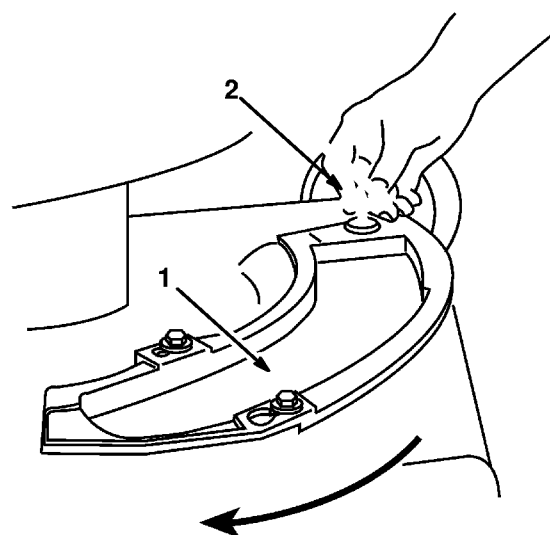

Figure 4
La tondeuse est livrée avec un obturateur (Fig. 4). Si la tondeuse est utilisée avec une décharge latérale, cet obturateur doit être installé dans l'ouverture du carter de la tondeuse.
2. Retirer le bouton fixant l'obturateur au carter de tondeuse (Fig. 4).